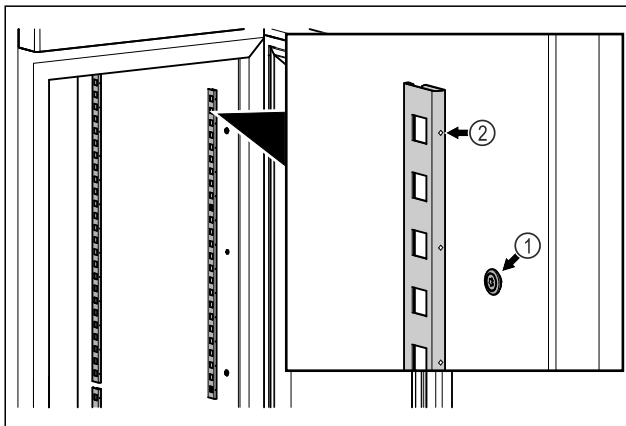

Fig. 17 Voorbeeld
- ▶ Vastzetstrips in de ophanging Fig. 17 (1) haken. Markering Fig. 17 (2) moet naar voren wijzen.